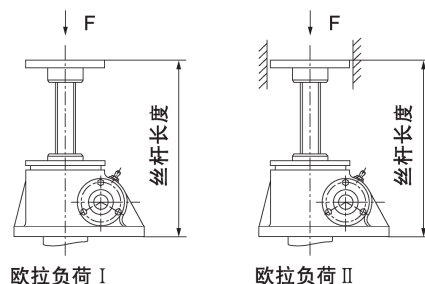
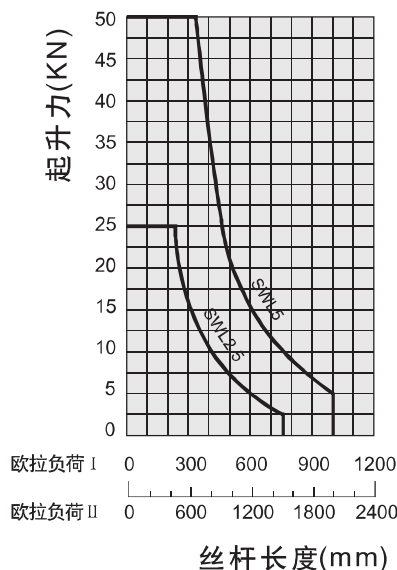
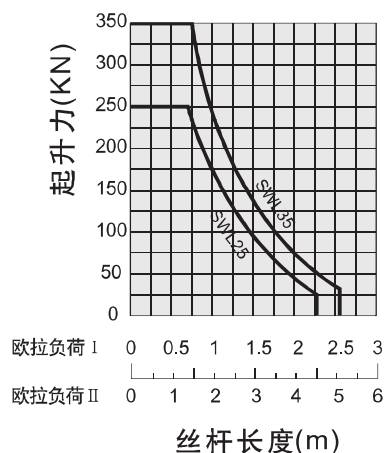

图 1
图 2
图 4
根据丝杆行程和提升负荷查图 1 ~ 图 4，找出所需升降机的型号，再查提升力和提升速度表，校核提升速度是否满足要求。
根据 $F=20\text{kN}$ ，丝杆行程 $=400\text{mm}$ 查图 2，选择 SWL5 升降机。再查提升力和提升速度表核对 SWL5 升降机在 20kN 负荷下只允许 0.526m/min 的速度，只有重选大型号的升降机。再查提升力和提升速度表得知 SWL10 在 20kN 负荷下允许提升速度为 1.44m/min 而满足要求。
- 1) 当压力负荷减小时，提升高度可随之增大（两者具体关系详见图 2 ~ 图 4）；